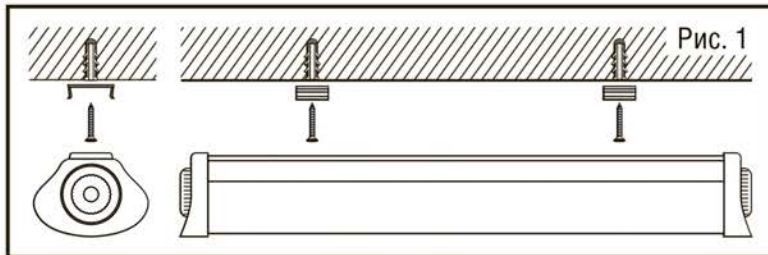

Рис. 2
- Поверните зажимную гайку гермоввода ① против часовой стрелки и выдвиньте боковую часть ② с клеммной колодкой, Рис. 2.